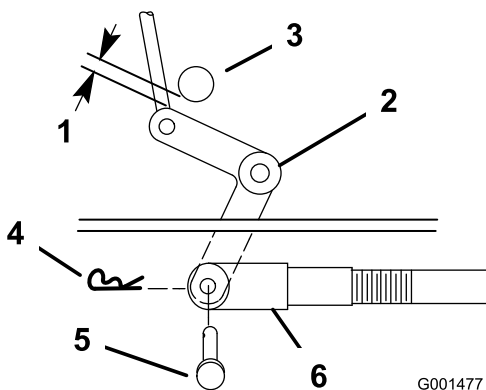
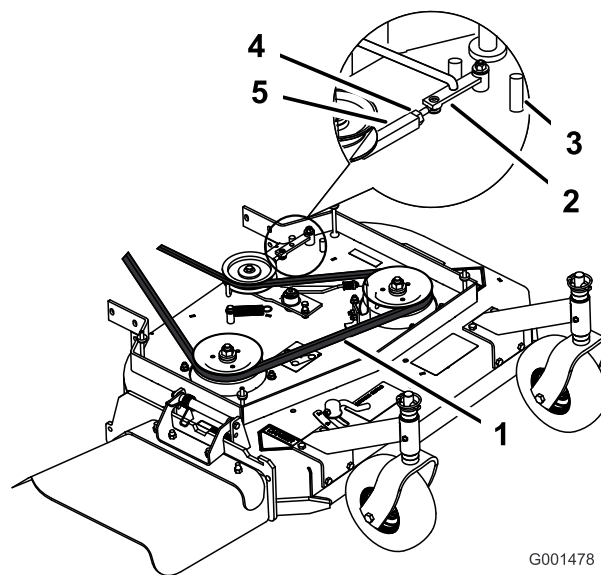
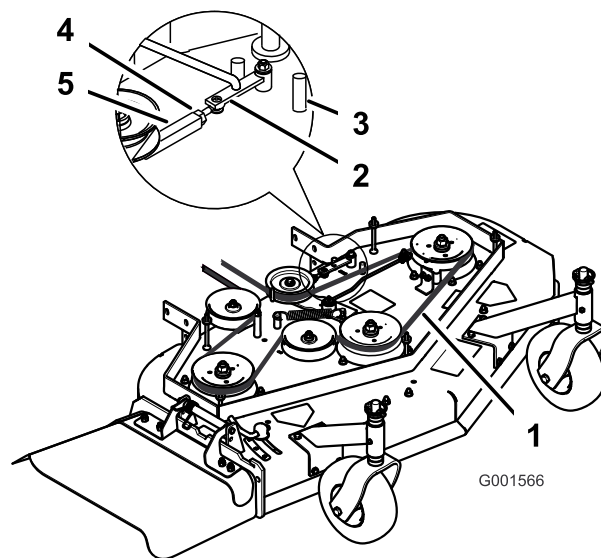

Figura 49
Figura 50
Figura 51
9. Compruebe la distancia entre la palanca acodada y el eje de salida de la transmisión (Figura 49).
11. Gire la horquilla en el sentido de las agujas del reloj para aumentar la distancia; gírela en el sentido contrario para reducirla (Figura 49).
Nota: Si el brazo no entra en contacto con el tope delantero de la carcasa del cortacésped (Figura 50 o Figura 51), ajuste la horquilla para acercar la palanca acodada al eje de salida de la transmisión (Figura 49).